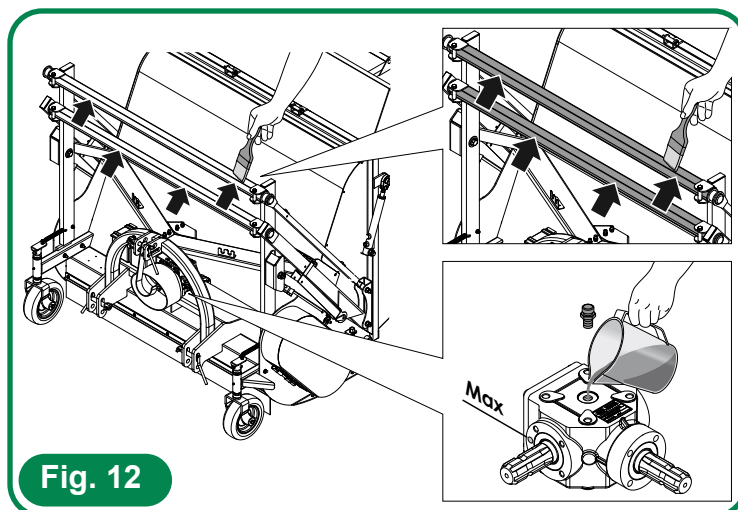

Fig. 12
- Smörj rotationsstängerna Se **fig. 12**.
- Kontrollera oljenivån i multiplikatorn med hjälp av den särskilda pluggen. Se **fig. 12**.